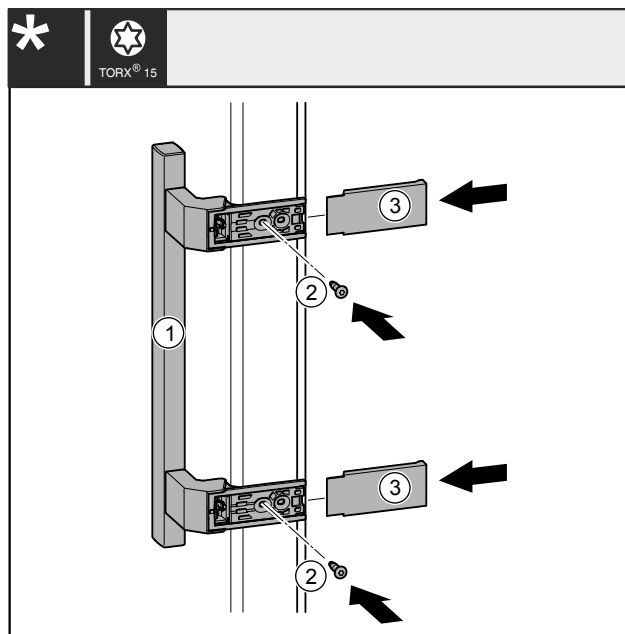

Fig. 41
- ▶ Pielieciet rokturi Fig. 41 (1) pretējā pusē.
- ▶ Ar skrūvgriezi pieskrūvējiet skrūves Fig. 41 (2).
- ▶ Sānos pielieciet un uzbīdiet pārsegu Fig. 41 (3), tā ka tie nofiksējas.